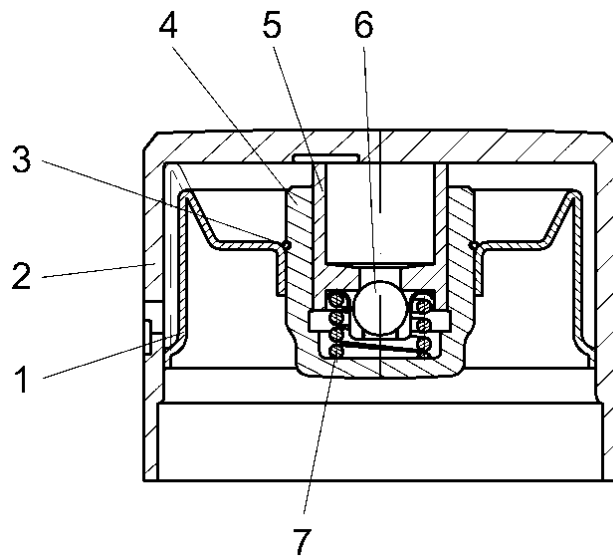

Рис.23. Гидротолкатель:
**Гидротолкатели** (рис.23) – выполнены в виде цилиндрического стакана с плунжерной парой гидрокомпенсатора внутри и канавкой с отверстием для подвода масла от магистрали в головке цилиндров снаружи. Гидротолкатели обеспечивают беззазорный контакт кулачка распределительного вала с торцом клапана за счет давления масла и действия пружины гидрокомпенсатора.